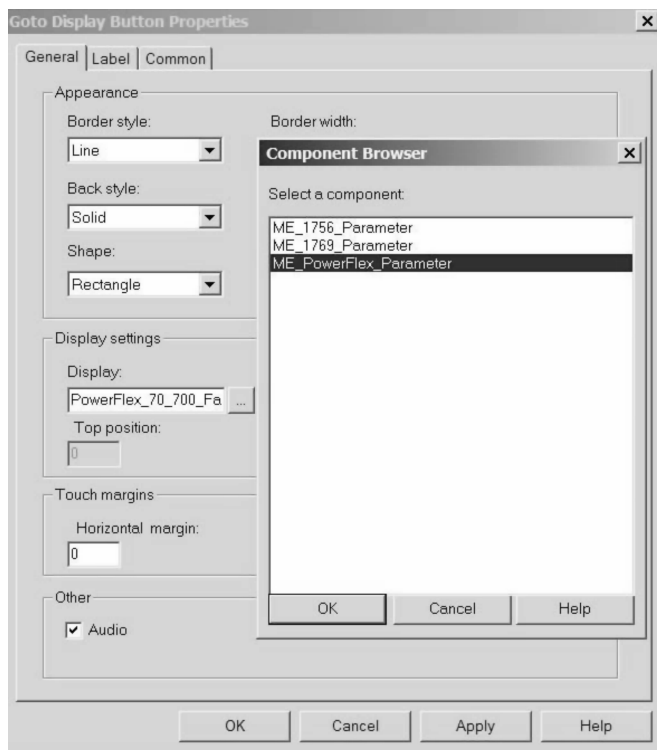

图 24-38 分配 PowerFlex 参数文件
2) 选择“参数文件”（Parameter file）旁的浏览按钮并分配 PowerFlex 参数文件。请务必单击“转到显示界面按钮属性”（Goto Display Button Properties）对话框的“确定”（OK）按钮，以保存组态，如图 24-38 所示。